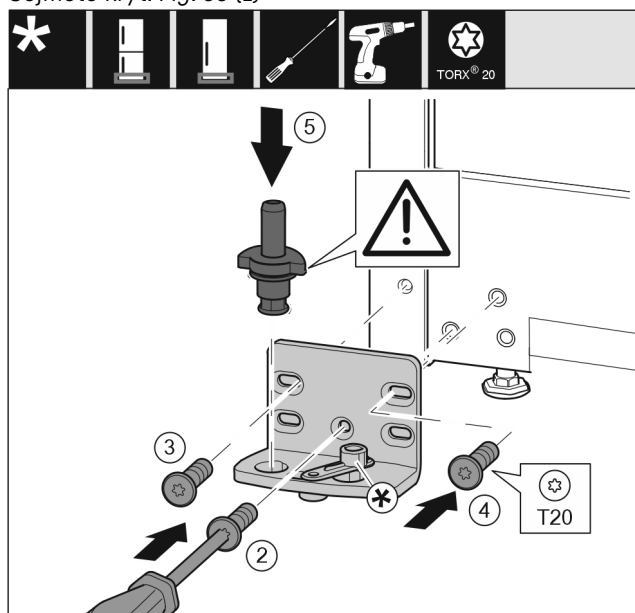

Fig. 36
- ▶ Nasadte stojan ložiska na druhé straně a přišroubujte pomocí šroubováku T20. Začněte šroubem 2 dole uprostřed. Fig. 36 (2)
- ▶ Pevně utáhněte šroub 3 a 4. Fig. 36 (3,4)
- ▶ Zcela vložte ložiskový čep. Přitom dávejte pozor, aby zajišťovací vačka směřovala dozadu. Fig. 36 (5)
- ▶ Nasadte stojan ložiska na druhé straně a přišroubujte pomocí šroubováku T20. Začněte šroubem 2 dole uprostřed. (2)
- ▶ Spojení tlumiče zavírání otočte o 180°. Šroubovákem T20 přišroubujte na druhé straně stojanu ložiska. (5)
- ▶ Zcela vložte ložiskový čep. Přitom dávejte pozor, aby zajišťovací vačka směřovala dozadu. (6)